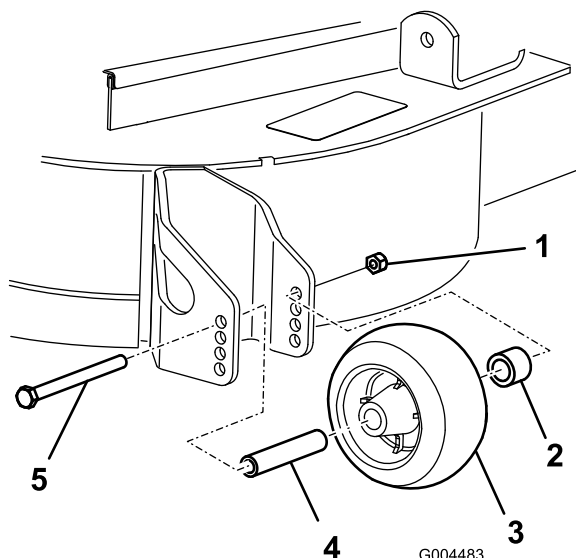

Figure 8
- Après avoir réglé la hauteur de coupe, réglez les galets en retirant l'écrou à embase, la bague, l'entretoise et le boulon (Figure 8).
- Posez l'écrou à embase, la bague, l'entretoise et le boulon. Serrez à un couple de 54 à 61 Nm (Figure 8).